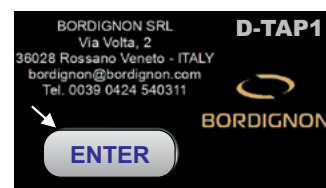

FIG. 5
1. Activer l'interrupteur principal A (FIG. 1) puis l'interrupteur C (FIG.1) situé à côté de l'écran tactile. Attendre quelques instants jusqu'à ce qu'apparaisse la page-écran initiale (FIG. 5) ;